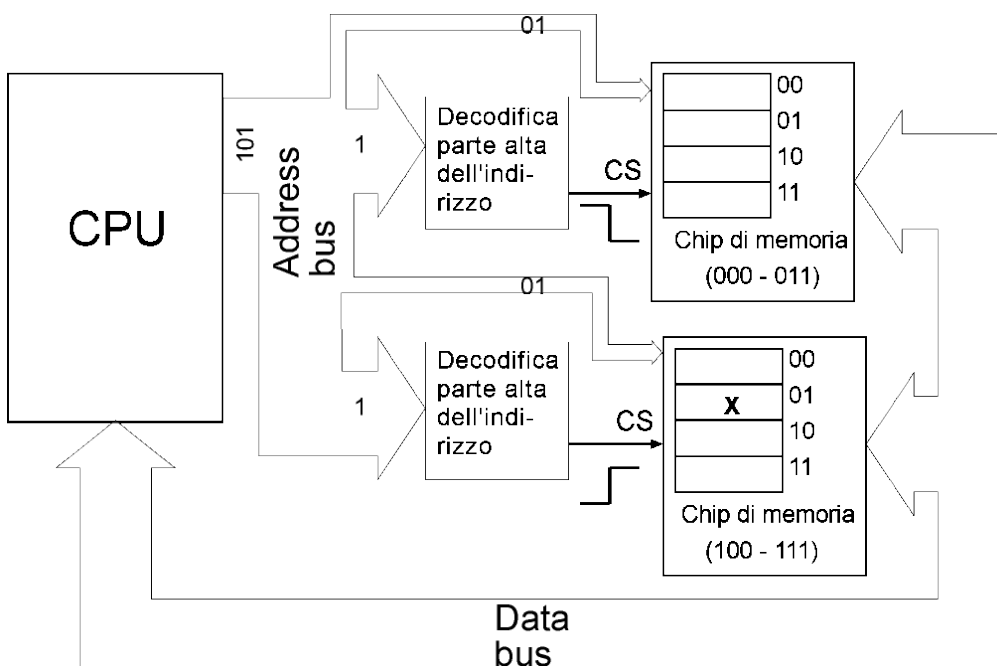

Figura 1: decodifica degli indirizzi
Il meccanismo è semplice ed è illustrato nella Figura 1. L'indirizzo che viene emesso dalla CPU sull'address bus va in parte al chip di memoria ed in parte ad un altro circuito. Infatti la parte più alta dell'indirizzo viene mandata ad un "decodificatore" che decide se l'indirizzo emesso fa parte del chip o meno.
La Figura 1 è generale nel disegno ma particolare nell'esempio mostrato. Contiene infatti un esempio numerico semplicissimo. La memoria dell'esempio è grande la bellezza di 8 byte :-), che corrispondono ad un indirizzo di 3 bit. Il chip più in alto risponde agli indirizzi da 000b a 011b, mentre quello in basso risponde da 100b a 111b. Di conseguenza se la CPU emette sull'address bus il numero 101 il chip in alto deve essere disabilitato, l'altro abilitato. Perciò il decoder in alto dà un CS basso, il contrario per l'altro. La parte bassa dell'indirizzo (01) viene portata ad entrambi i chip. Ma il chip in alto è "spento", per cui non è neppure in grado di leggere quello 01, mentre l'altro è attivo sul bus. Quindi lo 01 seleziona la locazione 01 all'interno del chip in basso, cioè quella contrassegnata con una X nel disegno. Essa perciò corrisponde all'indirizzo 101 della memoria "globale".